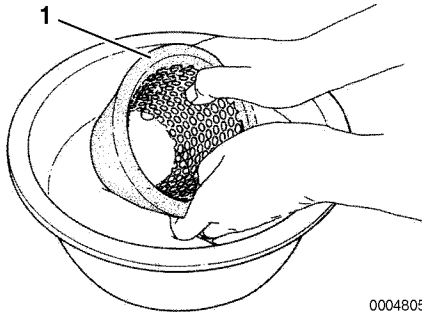

Abbildung 10
2. Einsatz herausnehmen (**Abbildung 10, (1)**). Einsatz und Gehäuse mit neutralem Reinigungsmittel reinigen.